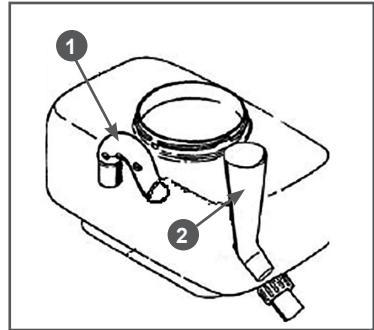

Рис. 13 Установка воздушной трубки и воронки в баке
6. Вставьте воздушную трубку 1 и воронку 2 (Рис. 13) в бак для химикатов.